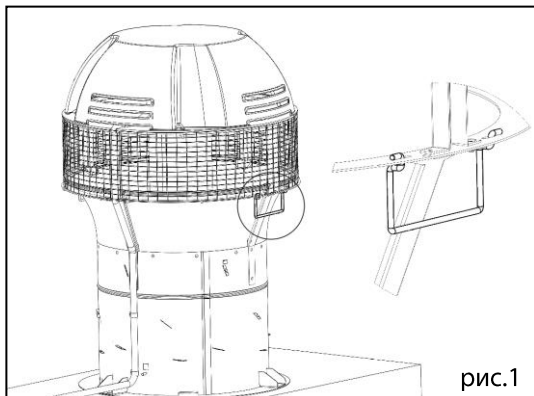

рис.1
- Используйте 2 ручки, расположенные под направляющими, для выполнения манипуляций с вентилятором (рис.1).